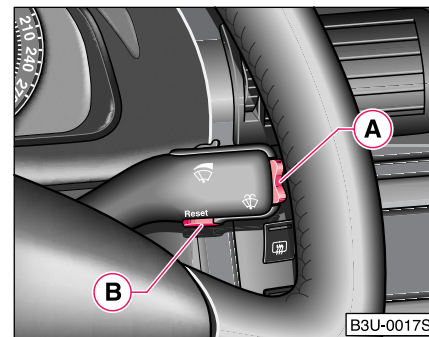

Fig. 12. Display-ul de informații: Elemente de comandă.
- Meniul se activează prin apăsarea tastei (A) ⇒ Fig. 12, mai mult de o secundă.
După 10 secunde, sau după apăsarea tastei **A** ⇒ pagina 23, Fig. 12, informațiile referitoare la defecțiuni sunt sortate și vor fi afișate sub indicația **CAR STATUS (STAREA AUTOVEHICULULUI)**.